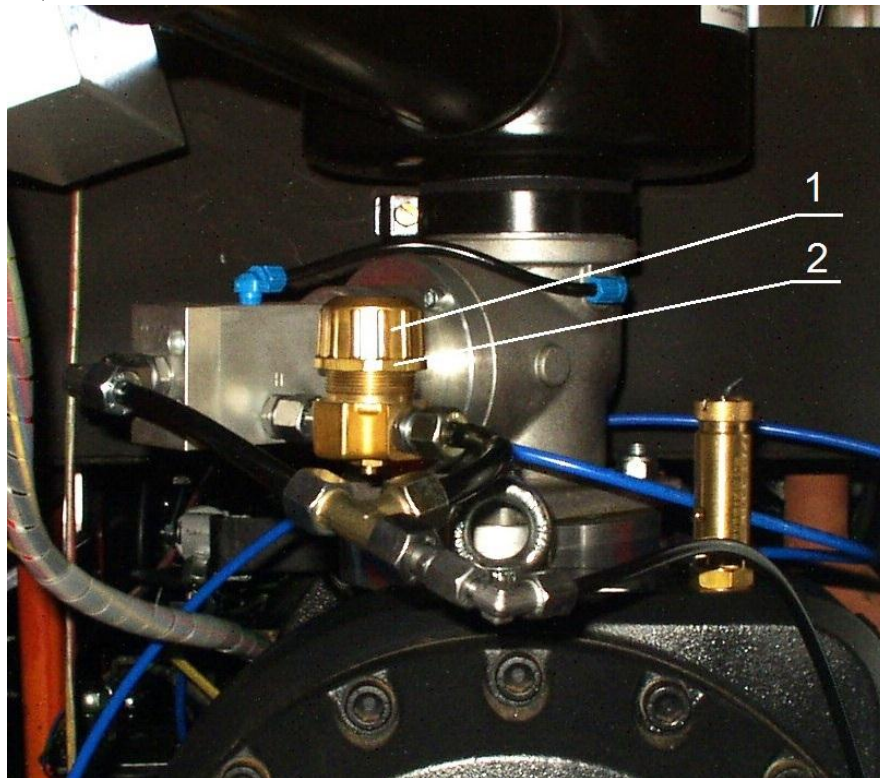

Рисунок 10
- расконтрогаить гайку регулировочной рукоятки 2 (рис.10);